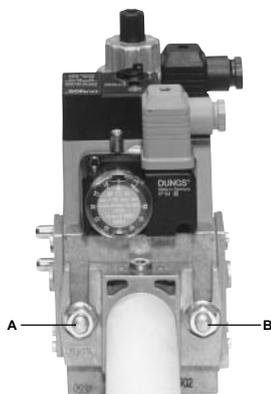
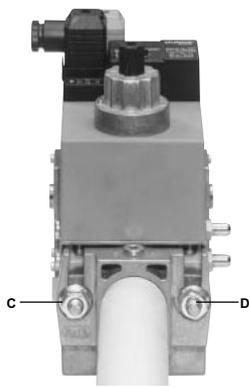

Рис. 5
Рис. 6
3. Затянуть винты А, В, С и D (Рис. 5 - Рис. 6), (Рис. 8), соблюдая дистанции монтажа (Рис. 8);
1. Расслабить винты А и В, но **не снимать** их (Рис. 5 и Рис. 6)
2. Отвинтить винты С и D (Рис. 5 и Рис. 6)